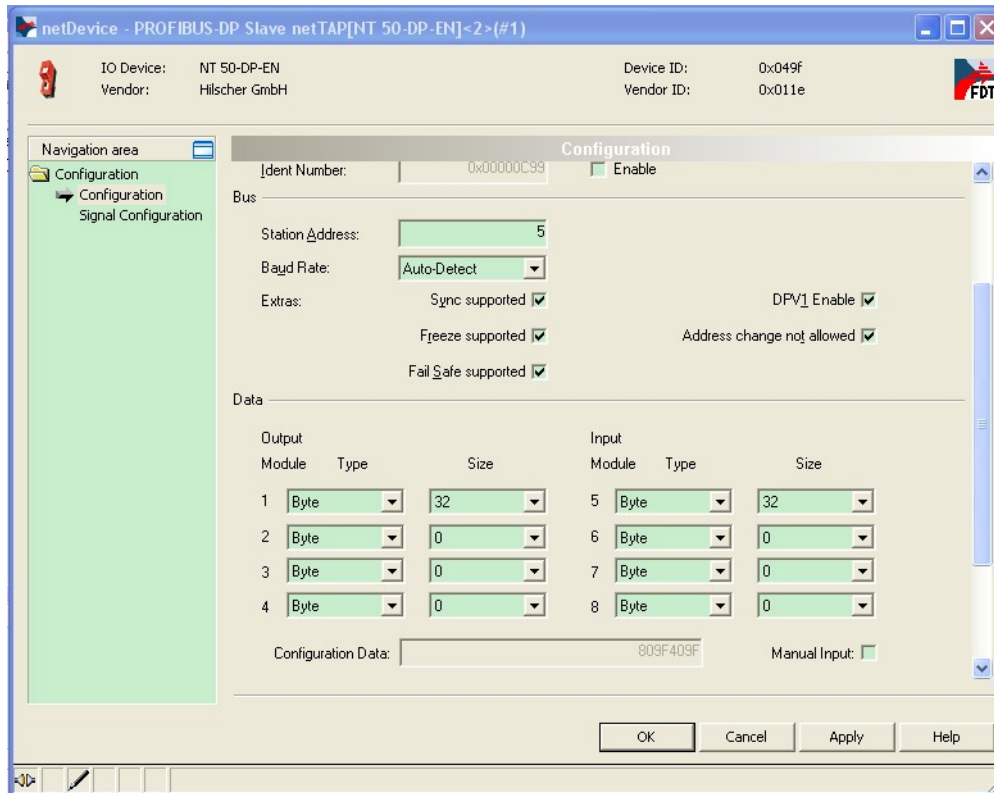

图 23
- 7) 右击网关图标，选择“Configuration” “PROFIBUS-DP Slave”，弹出对话框，设置网关作为 PROFIBUS 从站的参数，如：站地址、输入输出字节等，如图 23 所示。